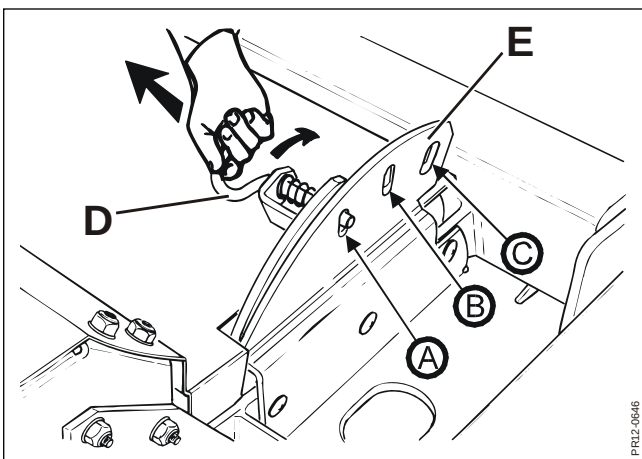

Fig. 3-17
**Fig. 3-17** Systemet betjenes med håndtaget **D**, som kan placeres i 3 positioner på konsollen **E**. Crimperpladens afstand til rotoren ændres ved at flytte håndtaget **D** til et af de andre huller i konsollen **E**. Placeres håndtaget i pos.(A), er afstanden mellem crimperpladen og crimperfingrene lille, i pos. (B) er afstanden middel og i pos. (C) er afstanden stor.